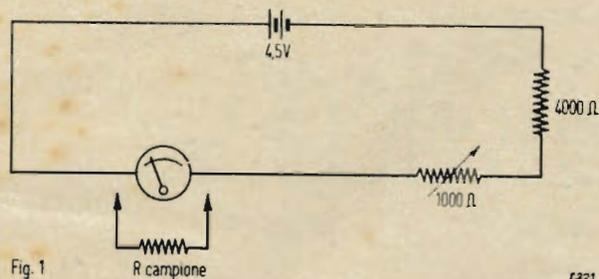

Fig. 1
Una pila da 4,5 V, una resistenza da 4000 ohm e un potenziometro da 1000 ohm vanno connessi in serie allo strumento in esame, il potenziometro sarà lo stesso che useremo poi nel montaggio (fig. 1).
Scrivendo la formula di Thomson in corrispondenza ai valori di f_{min} e di f_{max} relativi al circuito selettore della fig. 1, si ha:
- f) calcolare le incognite del circuito oscillatorio, cioè L_2 , C_{p2} e C_3 del circuito riportato nella fig. 1.
- c) fig. 1;